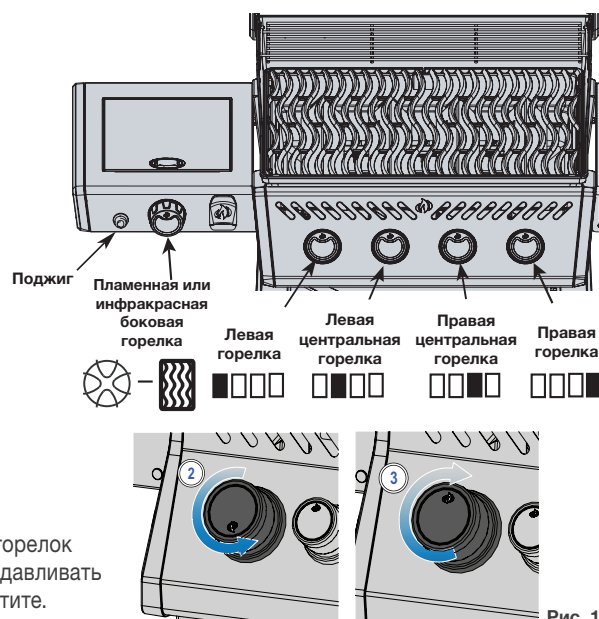

Рис. 1
4. Если запальник и горелка не зажигаются в течение 5 секунд, поверните ручку горелки по часовой стрелке в положение «Выкл.» и подождите 5 минут, чтобы выделившийся газ ушел. Повторите шаг 2 и шаг 3 или подожгите при помощи спички. (Рис. 1).